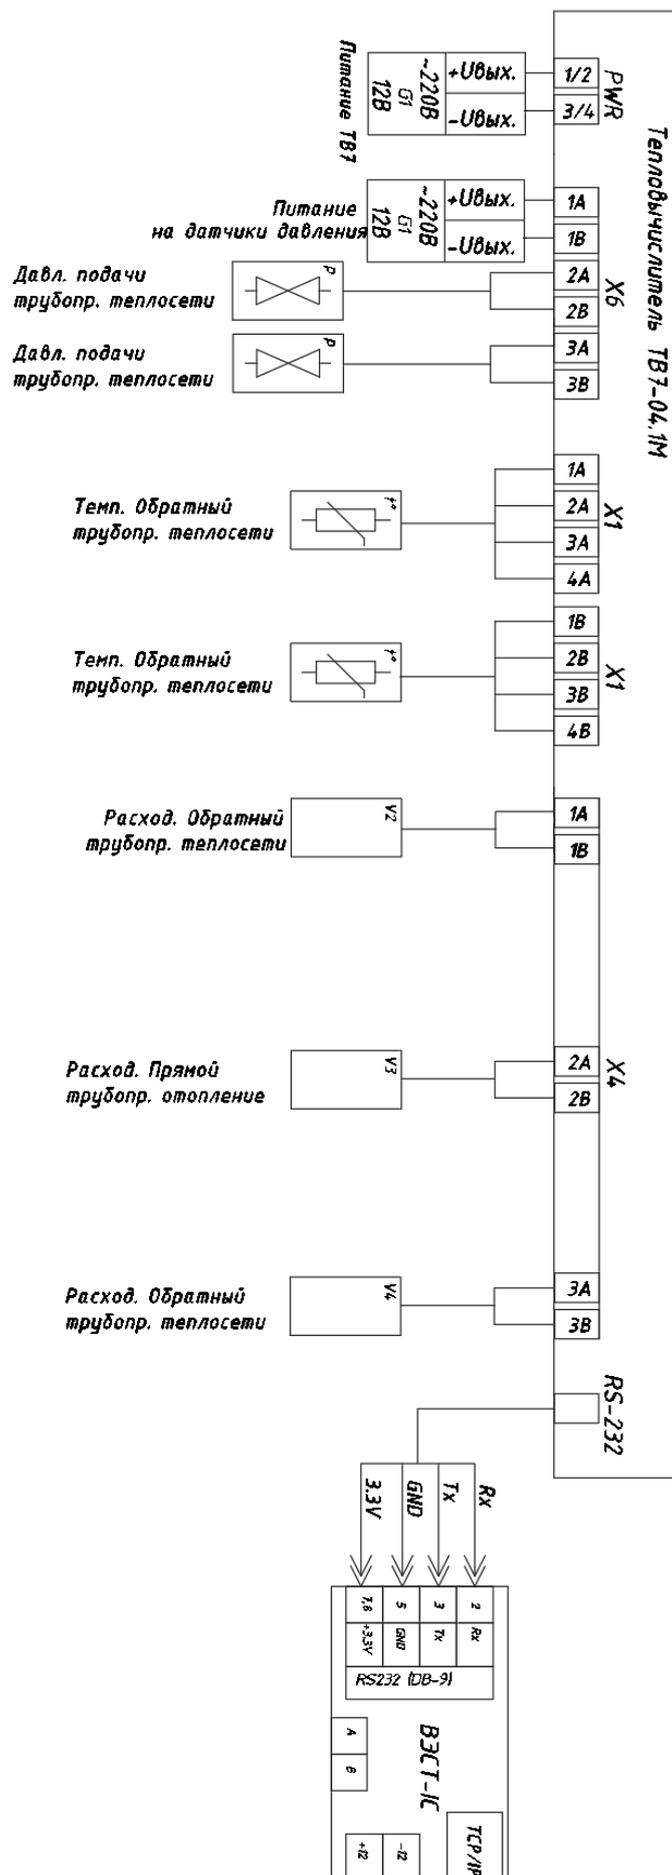

Рисунок 2 – Подключение внешних измерительных цепей к тепловычислителю
- Произвести подключение внешних измерительных цепей к тепловычислителю в соответствии со схемой внешних подключений (рис.2) и руководством по эксплуатации ТВ7 04.1М.